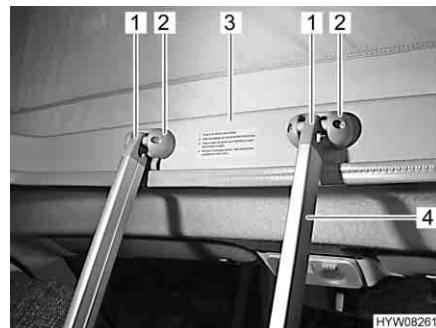

Fig. 34 Scaletta di accesso
Per accedere al letto sul tetto a soffietto utilizzare sempre la scaletta di accesso (Fig. 34,4) montata di serie.
- Agganciare la scaletta con i due archetti (Fig. 34,1) nelle griffe (Fig. 34,2) del telaio (Fig. 34,3) del tetto a soffietto.